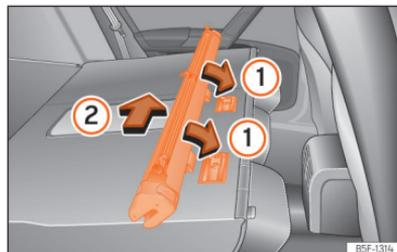

Abb. 186 Einbau des Trennnetzes an den Rücksitzlehnen
- Ordnen Sie die Schale des Netzes in der Unterseite der Stützschiene in Pfeilrichtung an »» [Abb. 186] ①.
- Drücken Sie die Schale nach links vom Fahrzeug in Pfeilrichtung »» [Abb. 186] ② und bis zum Anschlag.
- Ziehen Sie am Gehäuse des Netzes ca. 5 cm gegen die Pfeilrichtung »» [Abb. 186] ②.
- Nehmen Sie den Einsatz des Trennnetzes aus den Halteschiene, indem Sie entgegen der Pfeilrichtung ziehen »» [Abb. 186] ①.